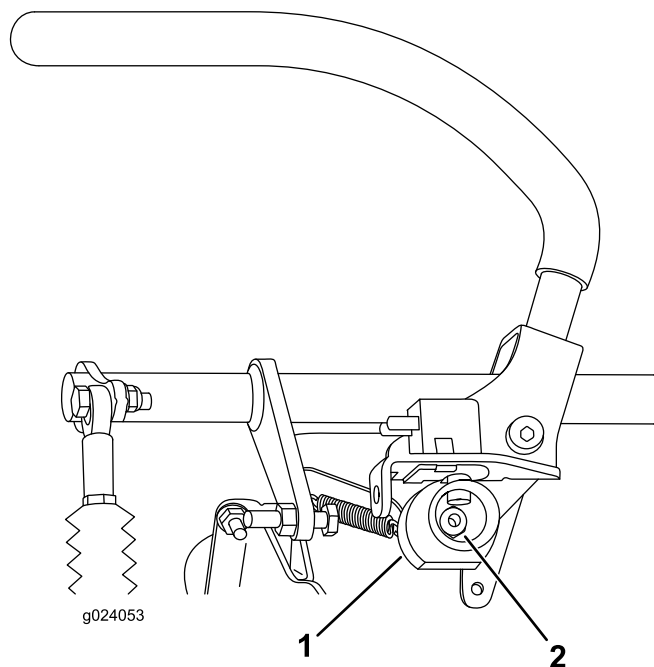

Figure 69
6. Desserrez l'écrou de fixation de la came (Figure 69).